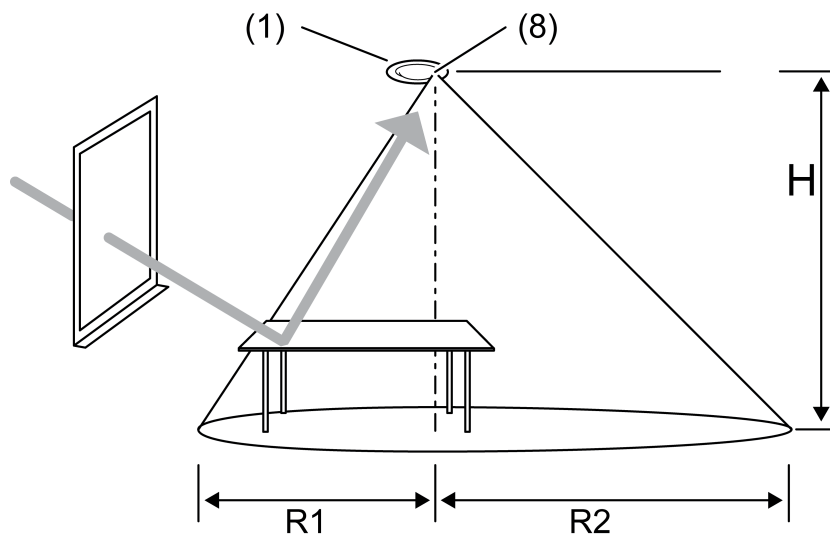

Bild 3
- Bei der Montage das Gerät so ausrichten, dass der Helligkeitssensor (8) nicht dem Fenster zugewandt ist (Bild 3).